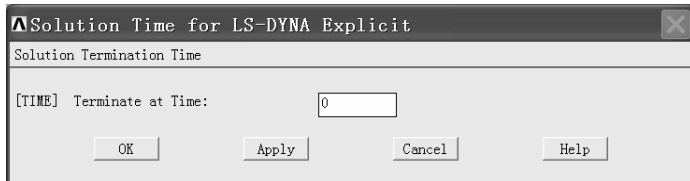

图 1-44 “Solution Time for LS-DYNA Explicit”窗口
(1) 依次选择 Main Menu>Preprocessor>Solution>Time Controls>Solution Time, 弹出“Solution Time for LS-DYNA Explicit”窗口(见图 1-44)。